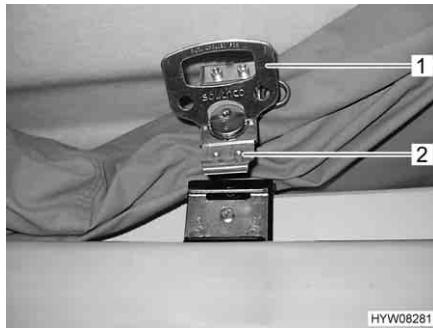

Fig. 43 Serratura rapida, aperta
- Eseguire mezza rotazione in senso antiorario sui due lati della maniglia (Fig. 43,1) della serratura rapida (Fig. 43,2). Il bloccaggio si sblocca. Il tetto a soffietto si sposta di un pezzo in alto e rimane in questa posizione.